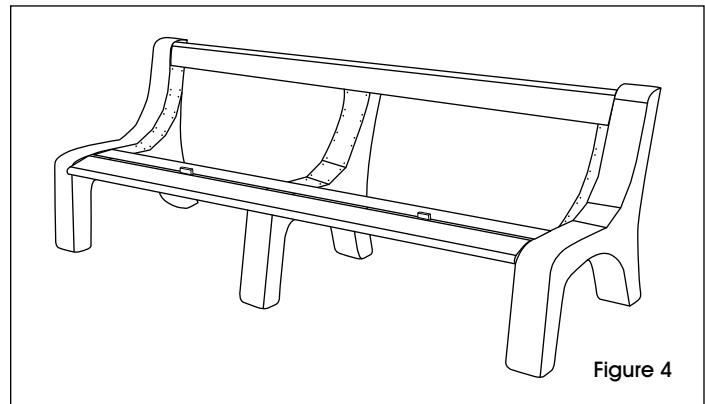

Figure 4
3. Installez la planche de siège adjacente à la planche frontale à bords arrondis en utilisant les entretoises de 3/8 po pour assurer un espace de 3/8 po entre les planches. Fixez-la en insérant les vis dans les trous prépercés. (Voir Figure 4)